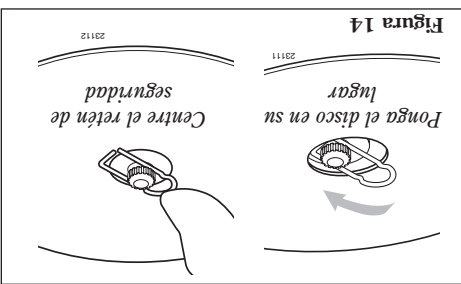

Figura 14
3. Encaje la cuchilla sobre el reten de seguridad y luego centrolo sobre el borde del Soporte "A". Consulte la figura 14.
4. Asegure el disco en su lugar centrando el reten de seguridad en el eje de salida. Consulte la figura 14.